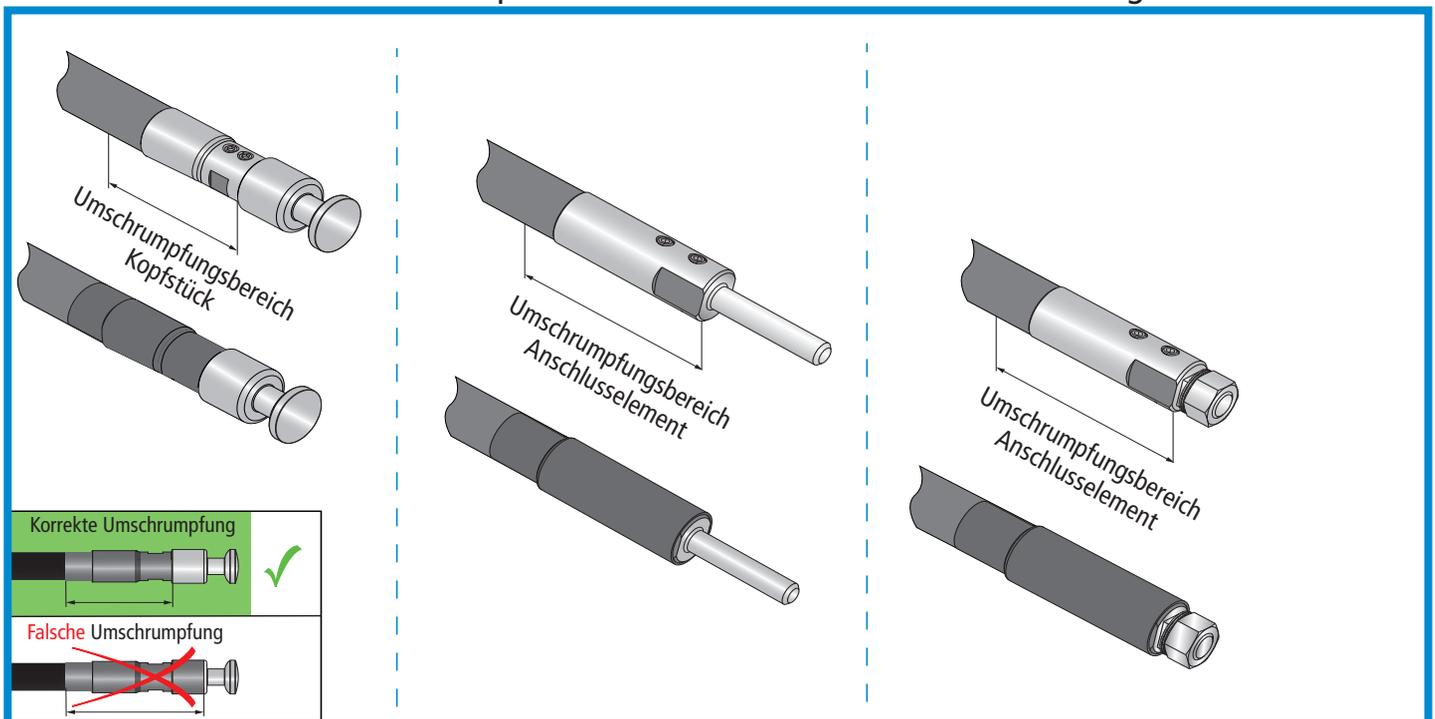

Bild 4 Umschrumpfen des Kopfstückes bzw. Anschlusselementes
- Der vorgegebene Umschrumpfungsbereich vom Kopfstück, Anschlusselement bis hin zur **HVI®Leitung** ist einzuhalten (siehe Bild 4).